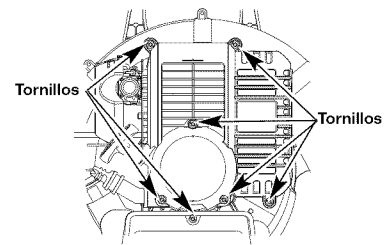

Fig. 28
1. Quite los siete (7) tornillos de encima de la tapa del motor con un destornillador de pala o Torx #25 (Fig. 28).
- Deje enfriar el motor. Quite los siete (7) tornillos de encima de la tapa del motor con un destornillador de pala o Torx #25 (Fig. 28). Saque la bujía de encendido y coloque 5 gotas de aceite de motor de buena calidad en el cilindro. Tire de la cuerda de arranque lentamente para distribuir el aceite. Vuelva a instalar la bujía de encendido.